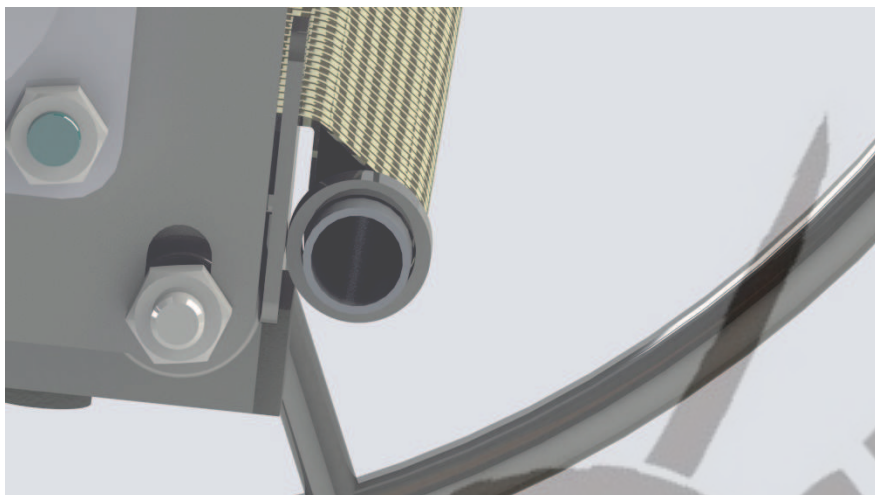

Рис.8 Установка бельтинга.
5.6. Просуньте бельтинг (поз.5) в щель между рамой раскатчика (поз.1) и трубой для закрепления бельтинга (поз.4) примерно на половину длины, затем оберните бельтинг вокруг трубки как показано на рис.8